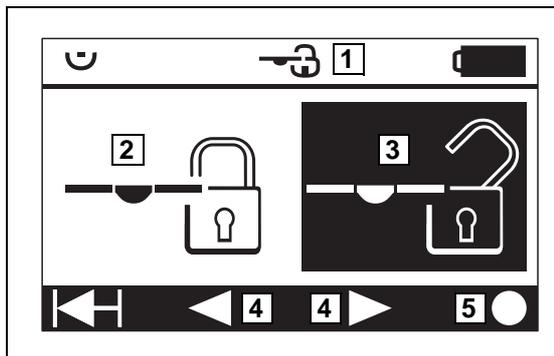

Fig. 89 : Réglage du blocage du plateau d'opération
- Blocage du plateau d'opération MARCHE / ARRET (3) (►► Fig. 89),